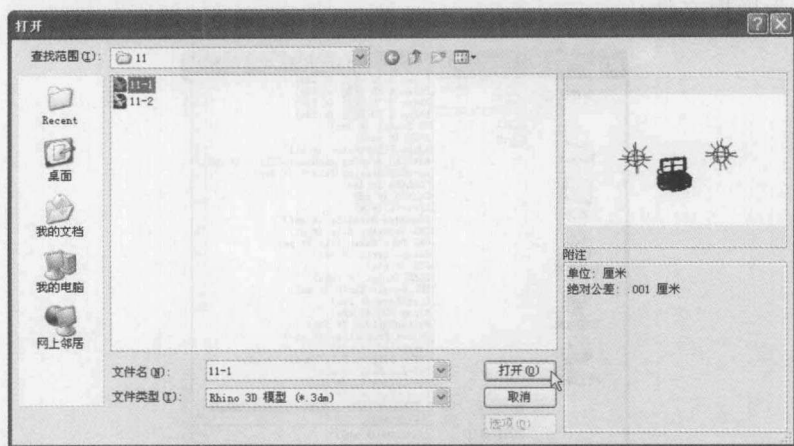

图 1-11 【打开】对话框
(1) 在菜单栏中选择【文件】|【打开】命令，弹出【打开】对话框，如图 1-11 所示。
- (2) 单击选择要打开的文件后，单击【打开】按钮，就打开了这个文件。